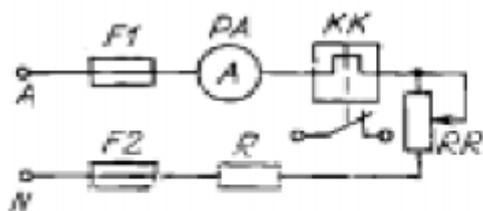

Рисунок 23.4
7. Проверить исправность теплового реле ТРН-10. Для этого собрать схему (рис. 23.4) и вывести движок проволочного переменного резистора таким образом, чтобы в цепь было включено полное сопротивление. Подключить макет к сети.